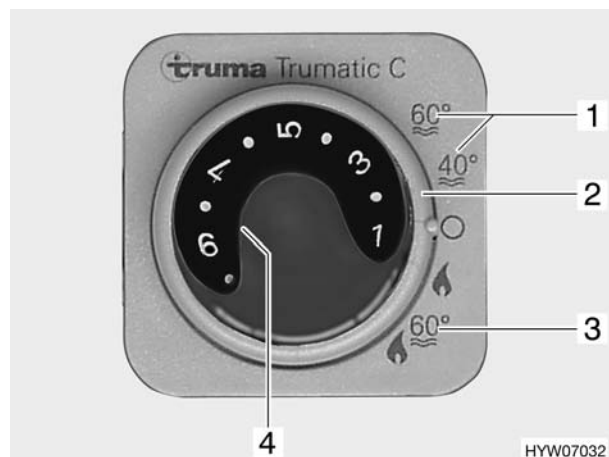
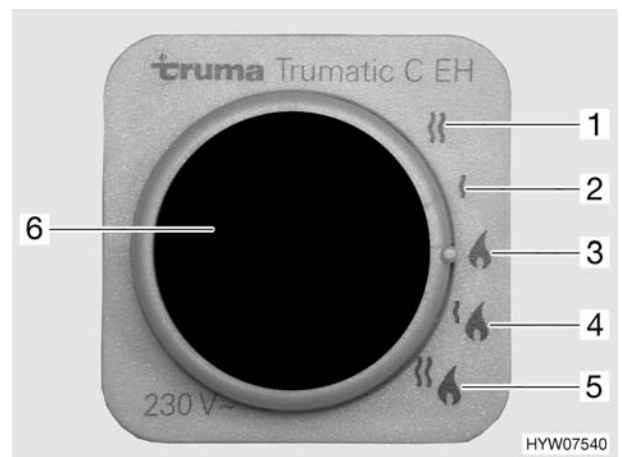

Bild 122 Bedieneinheit für Heizung/Boiler
Bild 123 Energie-Wahlschalter für Heizung/Boiler
Der Boiler ist in der Heizung integriert und wird mit Gas (Variante 1) bzw. mit Gas oder Strom (Variante 2) betrieben. Der Boiler wird an der Bedieneinheit (Bild 122) mit dem Drehschalter (Bild 122,2) eingeschaltet. Am Energie-Wahlschalter (Bild 123) wird die Energieart vorgewählt (Variante 2).
Bei Winterbetrieb "Heizung und Boiler" (Bild 122,3) wird beim Einschalten der Heizung automatisch auch das Wasser im Boiler erhitzt. Schaltet die Heizung bei Erreichen der gewünschten Raumtemperatur ab, so heizt der Boiler weiter, bis die Wassertemperatur erreicht ist.
Bei Sommerbetrieb (Bild 122,1) wird nur das Wasser im Boiler auf 40 °C oder 60 °C erhitzt. Das Wasser wird in ca. 1 Stunde auf 60 °C erhitzt. Die gelbe Kontroll-Leuchte (Bild 122,4) leuchtet während der Aufheizphase des Boilers.
- An der Bedieneinheit (Bild 122) Drehschalter (Bild 122,2) auf "Sommerbetrieb" (Bild 122,1) stellen.
Gelbe Kontroll-Leuchte (Bild 122,4) leuchtet während der Aufheizphase. Bei Erreichen der eingestellten Wassertemperatur ist die Aufheizphase beendet und die gelbe Kontroll-Leuchte erlischt.
- An der Bedieneinheit (Bild 122) Drehschalter (Bild 122,2) auf "Aus" stellen.
- ▷ Wenn der Boiler an der Bedieneinheit (Bild 122) auf Sommerbetrieb (Bild 122,1) gestellt ist und der Energie-Wahlschalter auf Mischbetrieb (Bild 123,4 oder 5) gestellt wird, arbeitet der Boiler dennoch nur im 230-V-Betrieb. Der Gasbrenner wird nicht zugeschaltet.
- Gasbetrieb (Bild 123,3)
- 230-V-Elektrobetrieb mit den Leistungsstufen 900 W (Bild 123,2) oder 1800 W (Bild 123,1)
- Gasbetrieb und 230-V-Elektrobetrieb (Mischbetrieb) mit den Leistungsstufen 900 W (Bild 123,4) oder 1800 W (Bild 123,5)
Die Kombination Gasbetrieb und 230-V-Elektrobetrieb verkürzt die Aufheizzeit (nur möglich wenn der Boiler an der Bedieneinheit (Bild 122) auf Winterbetrieb gestellt ist).
Wenn der 230-V-Elektrobetrieb gewählt ist, leuchtet die gelbe Kontroll-Leuchte (Bild 123,6).